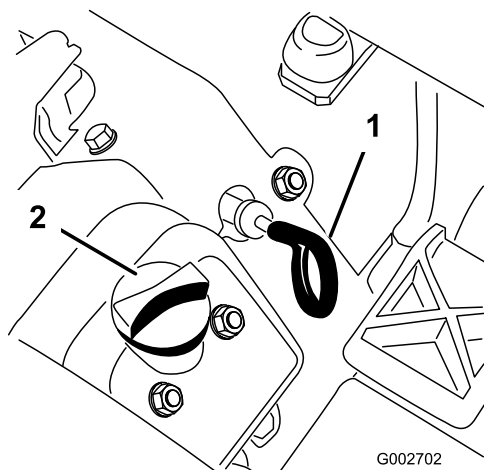

Figura 13
3. Puxe a vareta (Figura 13) e limpe-a com um pano limpo. Volte a colocar a vareta no tubo e verifique se está completamente introduzida. Retire a vareta do tubo e verifique o nível de óleo. Se o nível de óleo estiver baixo, retire o tampão de enchimento da cobertura da válvula e lentamente adicione óleo suficiente para elevar o nível de óleo até à marca Full, existente na vareta.